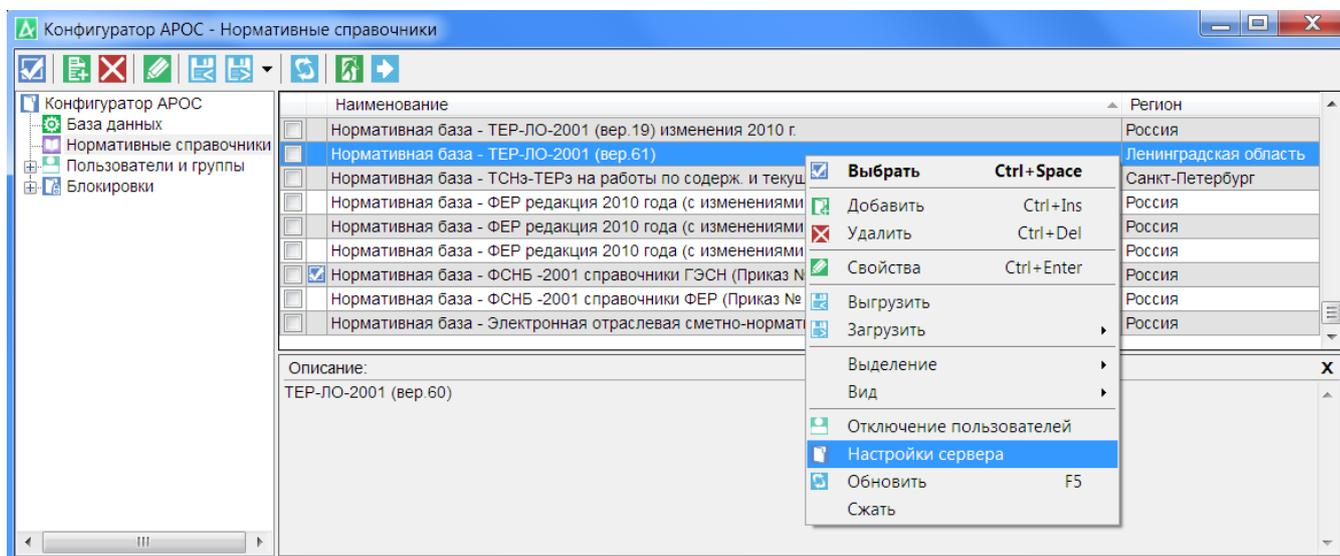

Рис. 1.11. Конфигуратор ПК «АРОС-Лидер»
- Откройте Конфигуратор ПК «АРОС-Лидер». Для этого нужно зайти в меню «Пуск» -> «Все программы» -> папка «АРОС-Лидер» -> «Конфигурация базы данных системы «АРОС-Лидер». В окне Конфигуратор АРОС выберите пункт **Нормативные справочники** (рис. 1.11) и, в правом окне в поле с перечислением доступных нормативных справочников нажмите правой кнопкой мыши на любом нормативном справочнике. Далее, в открывшемся контекстном меню выберите «Настройки сервера».